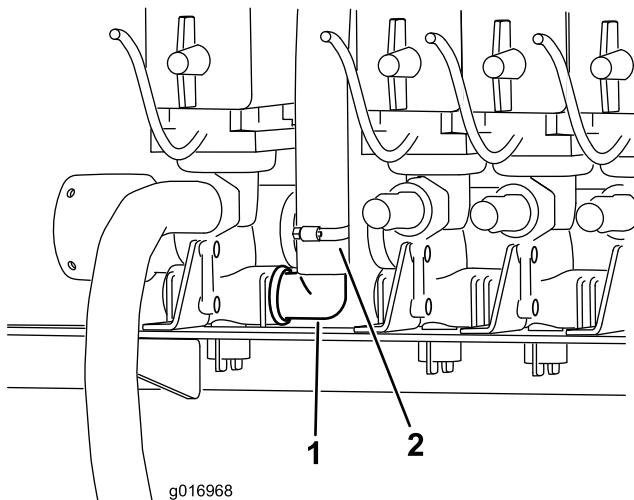

図 4
6. **41008の場合**：既存のバルブを、キットに入っているホースバーブ（図 4）に交換し、それからホースをホースバーブに取り付け、ホースクランプで固定する。